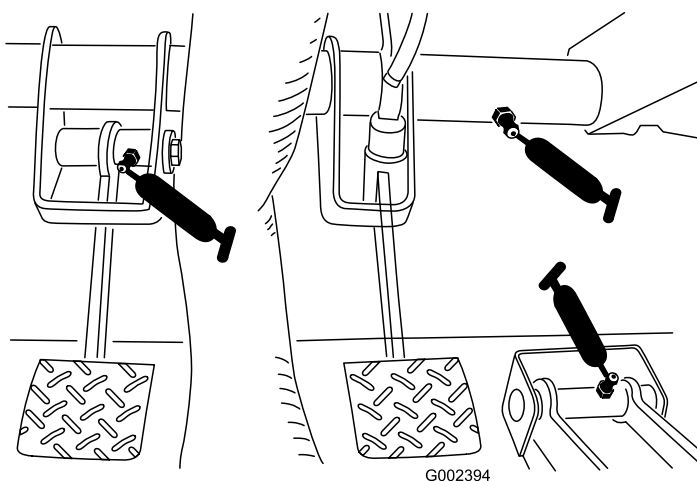

Figura 31
- **Frizione (1);** fate riferimento alla Figura 31
- **Acceleratore (1);** fate riferimento alla Figura 31
- **Freno (1);** fate riferimento alla Figura 31